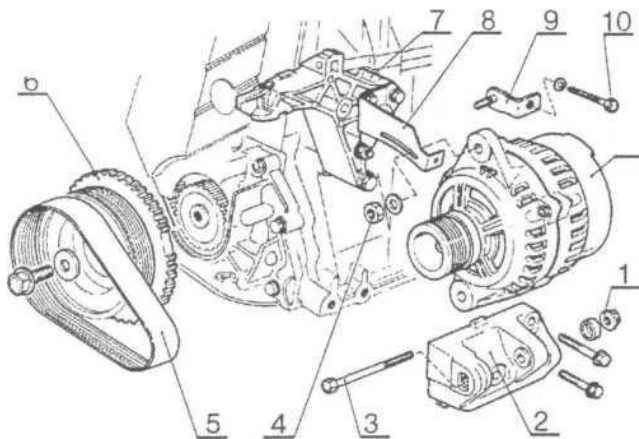

Рис. 2. Снятие генератора и элементов его крепления:
3.8.1 Отвернуть гайку 1, рис.2, крепления болта генератора и гайку 4 крепления натяжной планки ремня генератора (ключи гаечные 13, 17 ГОСТ 2839-80).